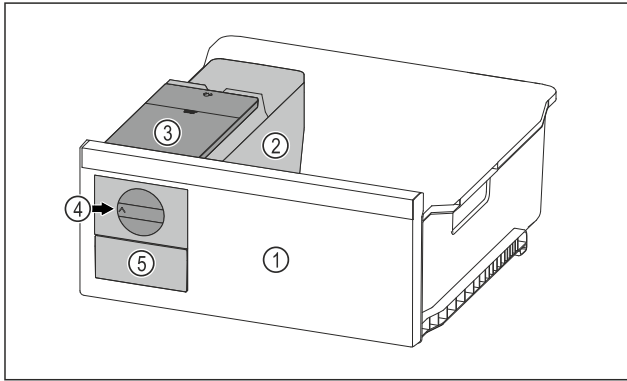

Fig. 70 例图
- ▶ 将旋钮 Fig. 70 (4) 顺时针转动到底。
- ▶ 冰块从方块冰盘落入冰块抽屉 Fig. 70 (5) 中。如果不是所有冰块都从方块冰盘中掉出：